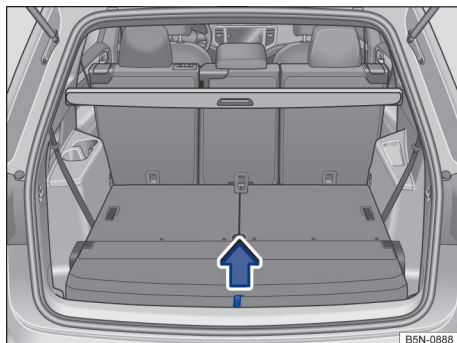

Fig. 182 No compartimento de bagagem: levantar o assoalho do compartimento de bagagem.
- Puxar o assoalho do compartimento de bagagem para cima pelo laço → Fig. 182 na direção da seta e remover.